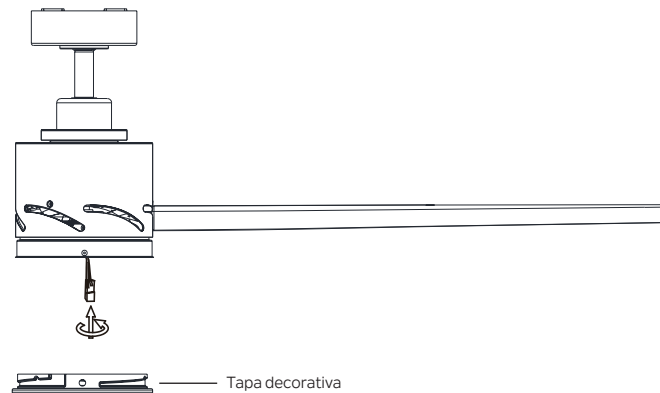

Figura 19
Paso 1. Levante la tapa decorativa hasta el ventilador, asíéntela contra la placa de montaje y gírela en el sentido de las agujas del reloj hacia la placa de montaje hasta que quede ajustada. **NO AJUSTE EN EXCESO.** (Figura 19)